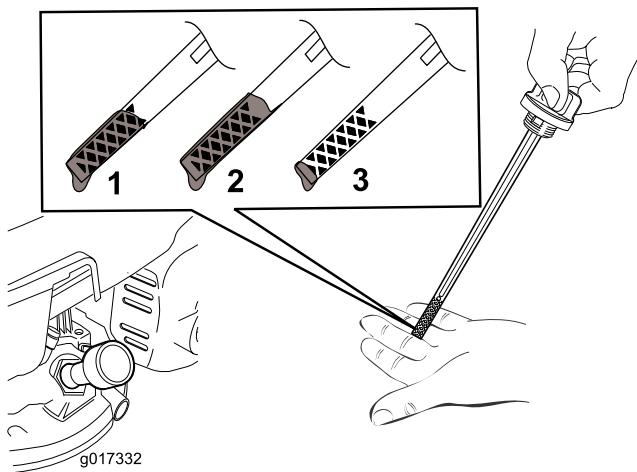

Figure 21
**Remarque:** Versez de l'huile dans le carter moteur jusqu'à ce que la jauge indique le niveau correct, comme montré à la (Figure 21). Si vous remplissez excessivement le carter moteur, vidangez l'excédent d'huile comme expliqué à l'opération 5.